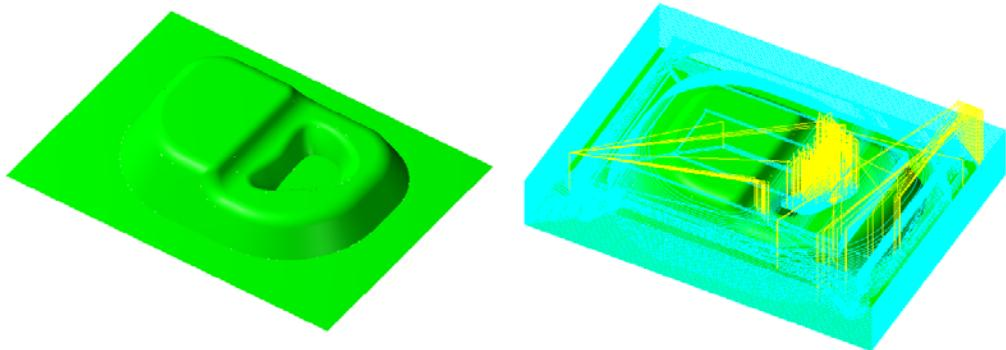

图 10-196 曲面残料粗加工
- 对图 10-196 所示的曲面图形进行曲面残料粗加工，并显示刀具路径。